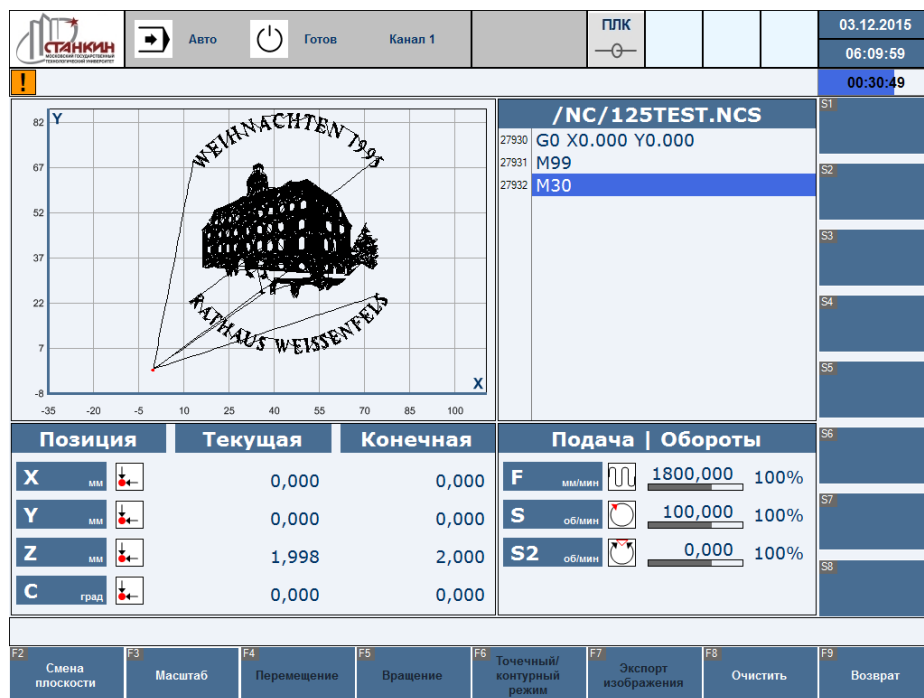
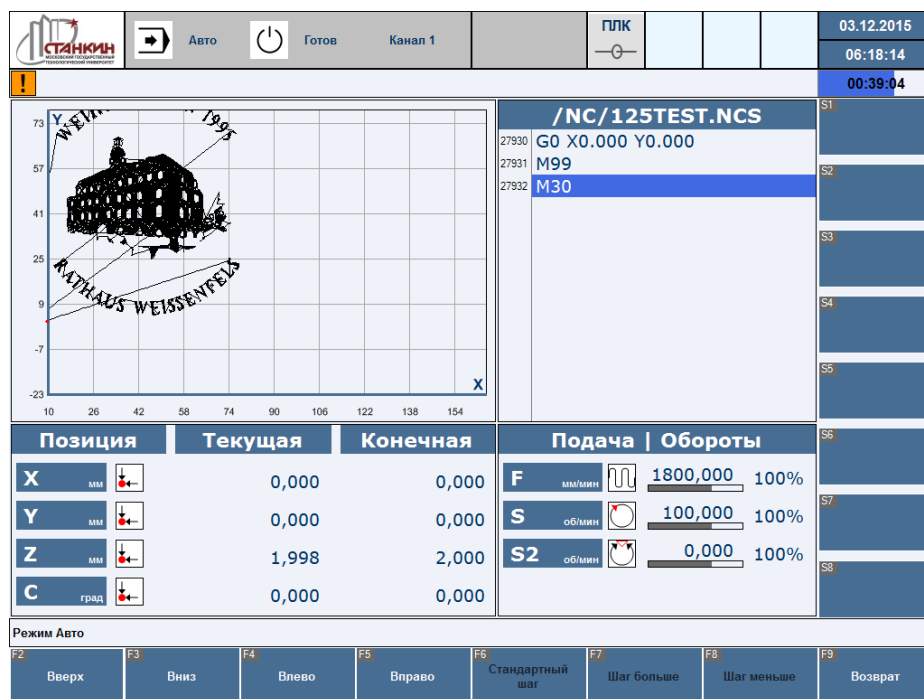

Рисунок 38 – Вид экрана после нажатия F3 «Траектория»
Рисунок 41 – Перемещение изображения
- F9 – возврат на уровень вверх (Рисунок 38).
Нажатие F4 «Перемещение» на экране, показанном на Рисунок 38 (если не включен автомасштаб, иначе клавиша заблокирована), позволяет перемещать изображение (Рисунок 41):